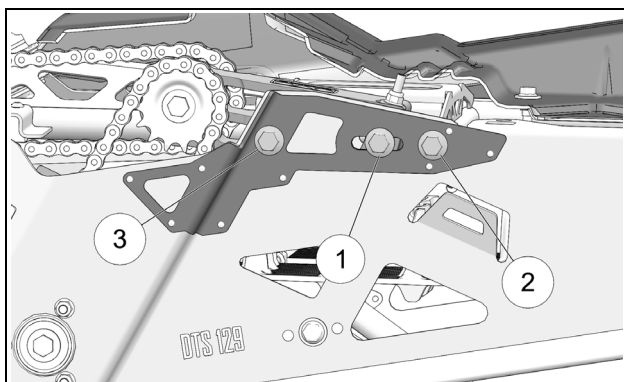

Figure 8
- Resserrer dans l'ordre les boulons de fixation (1), (2) et (3) du tendeur de chaîne à un couple 125 N-m [92 lb-pi]. Voir la Figure 8.